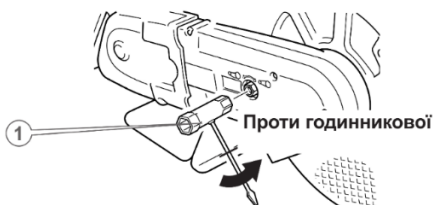

Рисунок 14. Регулювання натягу приводного паса.
1. Зменшити натяг паса за допомогою торцевого ключа, повертаючи кулачок-ексцентрик проти годинникової стрілки, дивіться порядок дій на рис. 14.